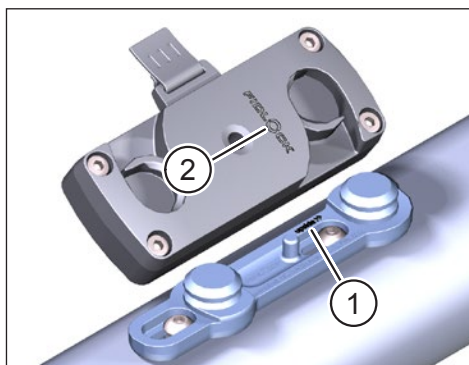

Fig. 2: Oriëntatie van FIDLOCK® Bike Base en FIDLOCK® Force Connector
- Let bij het monteren op de FIDLOCK® Bike Base op de ingegraveerde tekst **"upside>>"** (Pos. 1 in Fig. 2). De bovenste rand van het FIDLOCK® logo (Pos. 2 in Fig. 2) op de FIDLOCK® Force Connector moet in de richting van de pijl van **"upside >>"** wijzen.